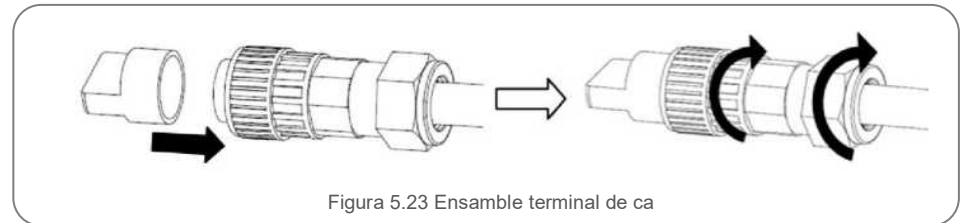

Figura 5.23 Ensamble terminal de ca
B) Coloque el accesorio de plástico (apriete auxiliar) en el enchufe, apriete el adaptador en el enchufe, luego apriete la tuerca con un par de 3-4 Nm (vea la figura 5.23).